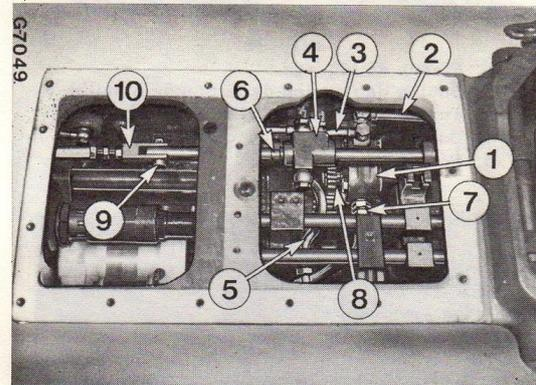

Fig. 35
Enlevez la goupille fendue de l'axe de commande de gamme (9) fig. 35 et démontez. Laissez la tige de commande de gamme (10) dans le carter de transmission et poussez le tiroir de présélection de gamme (6) au delà de la tige de commande de gamme (10) aussi loin que possible vers l'arrière. Déposez le tuyau de pression (3) de la pompe et du distributeur.
Enlevez la pompe (1, fig. 35) en même temps que son pignon d'entraînement (8) hors du carter de transmission.